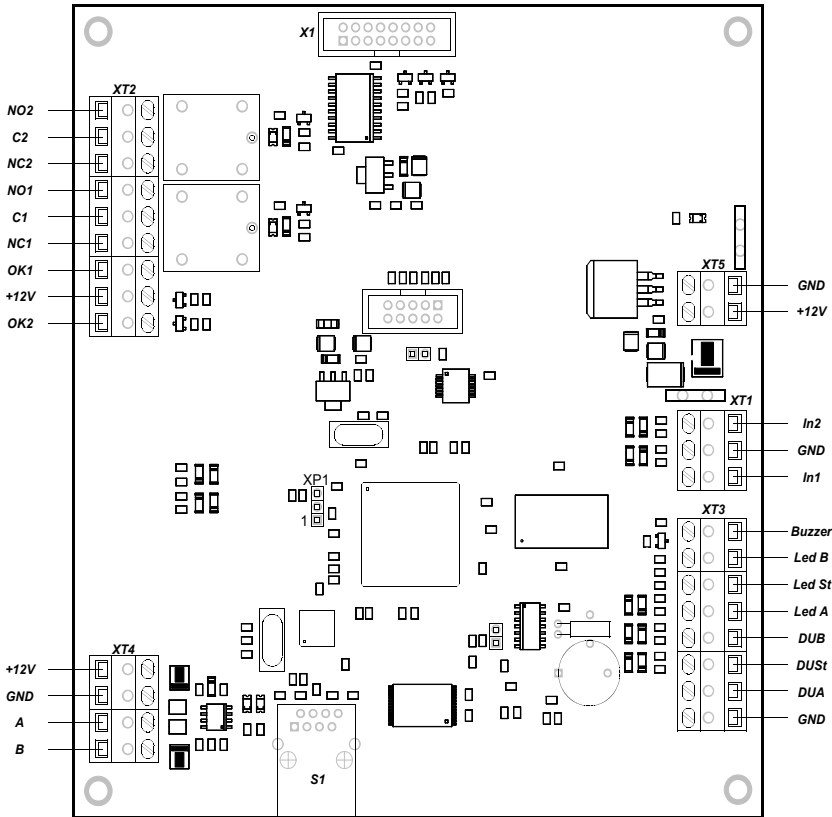

Рисунок 3 — Плата контроллера *PERCo-CT02 1-01*
5.2.4 Пульт управления выполнен в виде небольшого настольного прибора в корпусе из ударопрочного АБС пластика и предназначен для задания и индикации режимов работы при ручном управлении ЭП. Пульт управления подключается к плате *PERCo-CT02 1-01* гибким многожильным кабелем (10) через клеммную колодку "ХТ3" (см. рисунок 3).
На лицевой панели пульта управления расположены три кнопки для задания режимов работы ЭП. Над кнопками расположены индикаторы. *Средняя* кнопка *DUST* (далее — кнопка "*Запрет прохода*") предназначена для переключения ЭП в режим "*Запрет прохода*". *Левая* и *правая* кнопки (далее — кнопки "*Разрешение прохода*") предназначены для разблокировки ЭП в выбранном направлении. Изменить ориентацию пульта управления относительно установки стойки ЭП (если на месте установки стойка обращена к оператору не лицевой, а тыльной стороной) можно, поменяв местами провода от пульта управления, подключаемые на контакты *DUA* и *DUB*, а также *Led A* и *Led B* соответственно (рисунок 3 и рисунок А.1 Приложения А).
5.2.5 На плате контроллера *PERCo-CT02 1-01* (рисунок 3) расположены:
5.3.2 Подключение указанных в п. 5.3.1 автономных устройств производится с помощью кабелей (10) и (12) к соответствующим клеммным колодкам "ХТ3" и "ХТ5" платы PERCo-CT02 1-01 (рисунок 3) в соответствии со схемой подключения (рисунок А.1 Приложения А).
5.8.1 На плате встроенного в ЭП контроллера имеется **разъём ХР1** (рисунок 3), предназначенный для выбора способа работы системы (ручное или динамическое распределение IP-адресов) и возврата к заводским установкам (со сбросом пароля). Данные действия производятся путём установки на разъём переключки, входящей в комплект поставки ЭП.